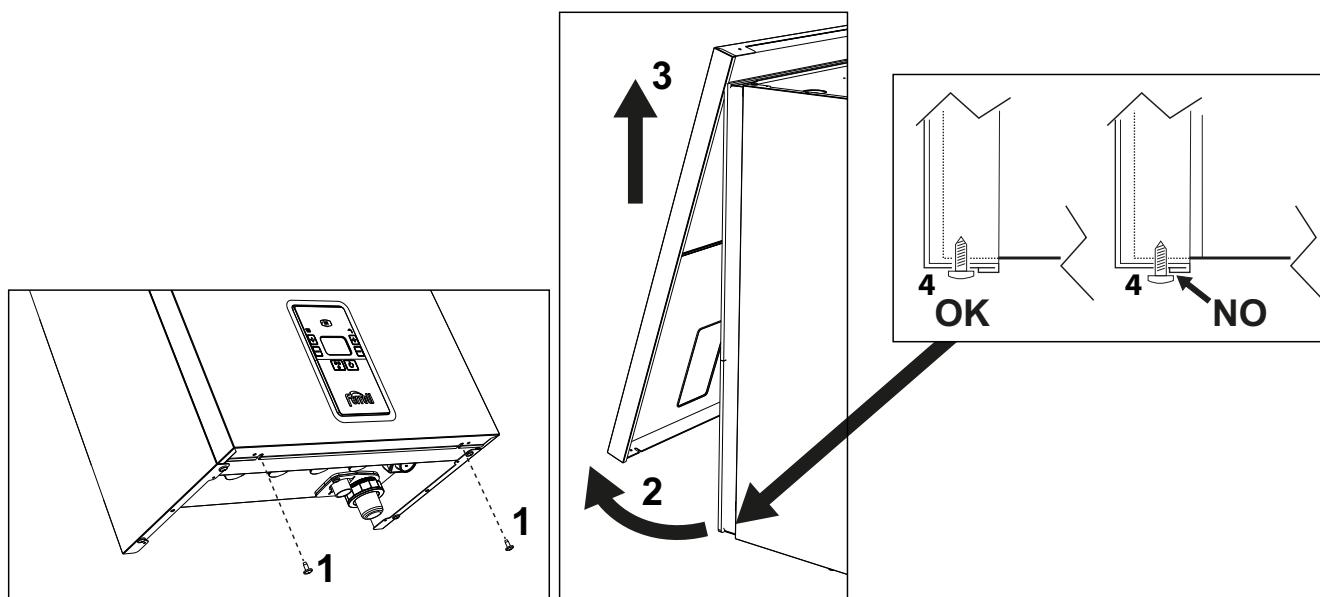

fig. 45- Ouverture du panneau avant
1. Dévisser les vis « 1 » (voir fig. 45).
Procéder dans l'ordre inverse pour remonter le panneau avant. S'assurer qu'il a été fixé correctement aux crochets supérieurs et qu'il repose parfaitement sur les flancs. Une fois serrée, la tête de la vis « 4 » ne doit pas se trouver sous le pli inférieur de butée (voir fig. 45).